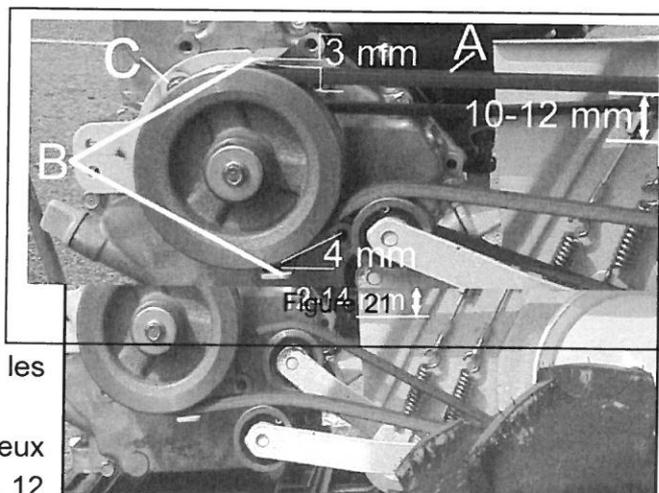

Figure 23
- Quand vous appuyez sur cette courroie avec un doigt (A, Figure 23) la flèche doit être comprise entre 12 et 14 mm (Figure 23). Si tel n'est pas le cas, modifier la tension du câble de commande de la transmission. Reportez-vous au chapitre